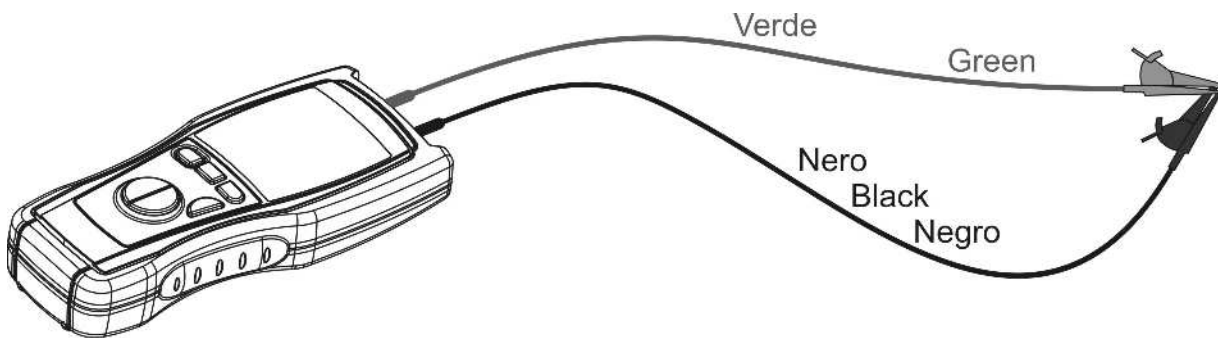

Abb. 5: Verbindung der Anschlüsse des Gerätes bei der Kalibrierung
2. Schließen Sie die Kabelenden wie in Abb. 5 gezeigt miteinander kurz, und stellen Sie sicher, dass die Metallteile der Prüfsonden und Krokodilklemmen guten Kontakt haben.